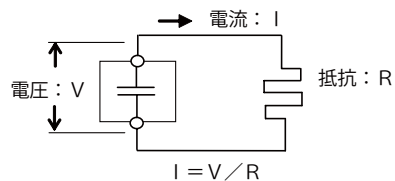

図2 オームの法則
充電電圧がV (V) のキャパシタに抵抗値R (Ω) の抵抗器を接続すると流れる電流I (A) は図2に示すようになります。この関係がオームの法則です。